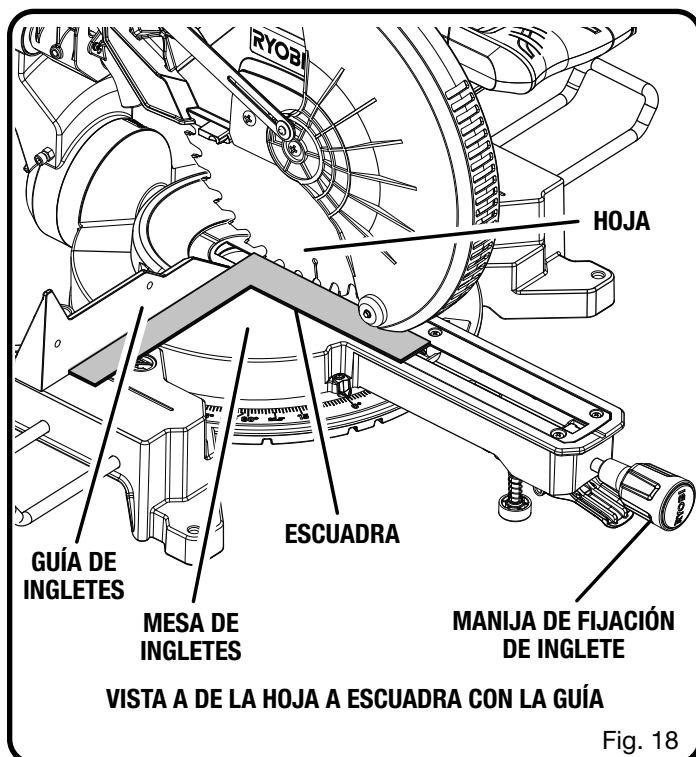

Fig. 18
- El borde de la escuadra y la hoja de la sierra deben estar paralelas, como se muestra en la figure 18.